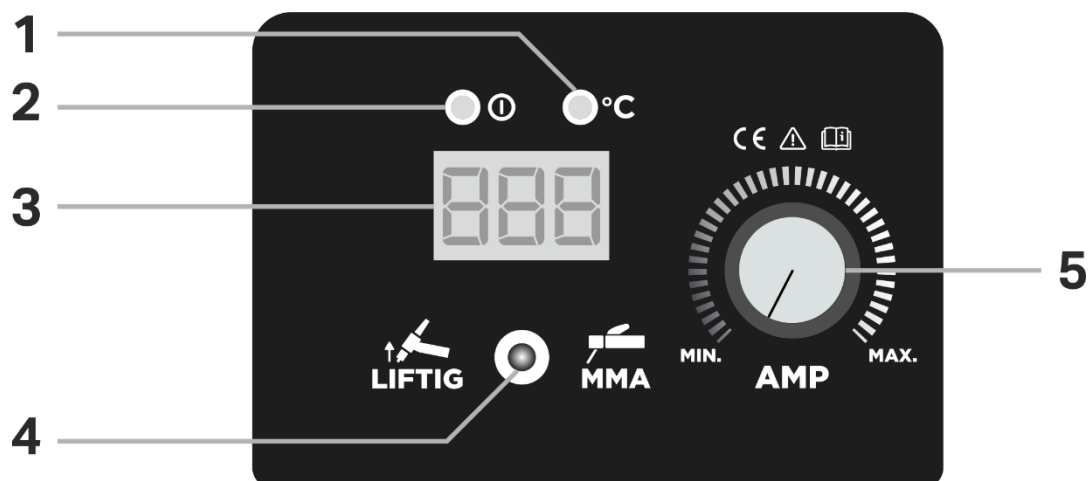

Fig. 1
- Ajustar o valor de corrente (Fig.1 - 5), de acordo com a seguinte tabela:
- Ajustar o valor de corrente (Fig.1 - 5).